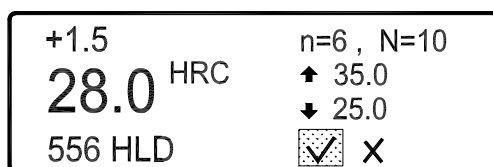

图 5.5.14
5.5.5 全部选用 四种辅助功能可同时全部选用，此时测试结果如图 5.5.14。